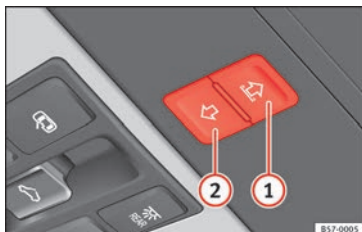

Fig. 141 Dans le ciel de pavillon : touches du store pare-soleil.
Les touches » **fig. 141** **1** et **2** présentent deux niveaux. Le premier niveau permet d'ouvrir ou fermer entièrement ou partiellement le store pare-soleil.
- *Store pare-soleil* : avant que ne s'écoulent environ 5 secondes à partir de l'activation du dispositif anti-pincement, appuyez sur la touche **fig. 141**  jusqu'à ce que le store se ferme complètement.